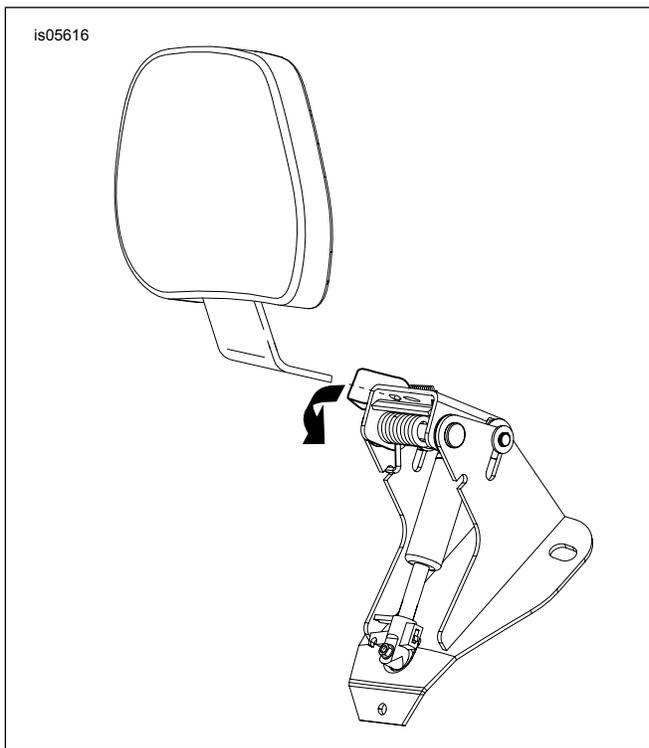

Figure 12. Installation de dossier
1. Voir Figure 12 . Appuyer sur le levier situé sur le support du dossier, comme indiqué. Introduisez le dossier et appuyez doucement jusqu'à ce qu'il s'enclenche en place.